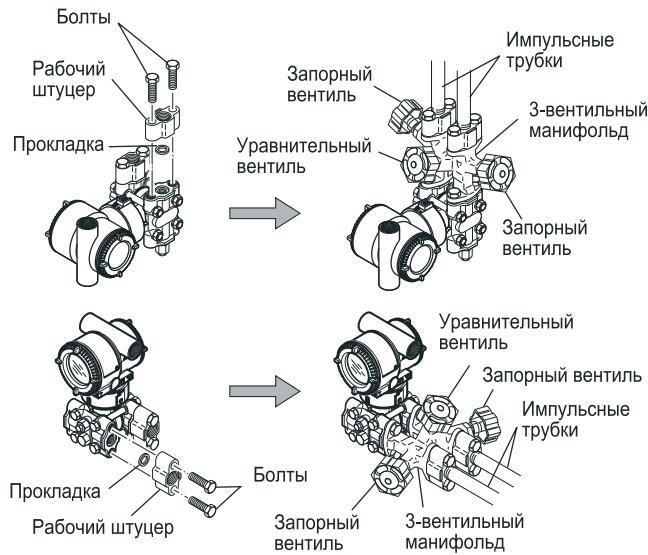

Рисунок 5.3 3-вентильный манифольд (прямой монтаж)
■ Установка 3-вентильного манифольда непосредственно на датчик (Рис. 5.3)